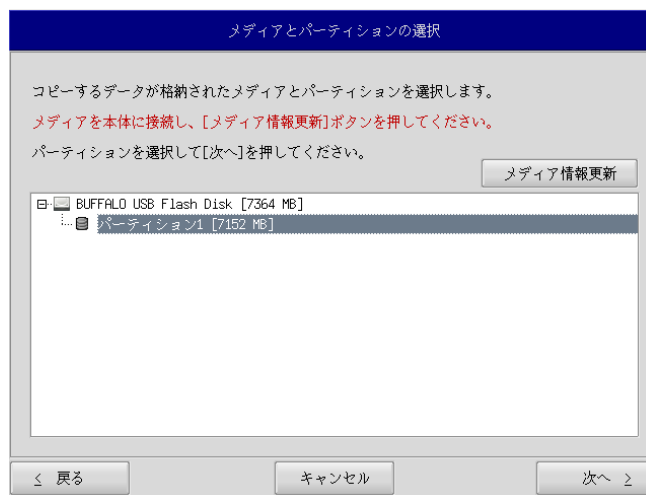

図 6-4-2. メディアとパーティション選択画面
- ⑥ メディアとパーティション選択画面（図 6-4-2）が表示されます。本体にメディアを接続し、[メディア情報更新]ボタンを押してください。バックアップファイルが保存されているメディアのパーティションを選択し、[次へ]ボタンを押します。